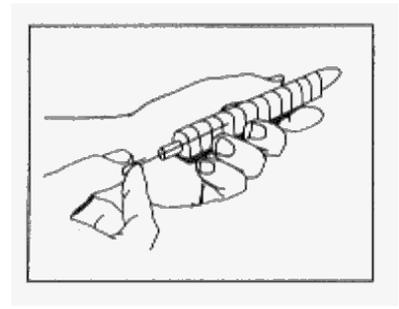

Figura 3 -
7. Inserire di nuovo il filo (senza sterilizzarlo) nella provetta **BBL Oxi/Ferm Tube II** fino ad allineare la tacca sul filo con l'imboccatura della provetta (**Figura 3**). La punta del filo deve essere visibile nello scomparto del citrato. Spezzare il filo piegandolo in corrispondenza della tacca. Il tratto di filo che resta nella provetta serve a mantenere le condizioni anaerobiche necessarie per una effettiva fermentazione.